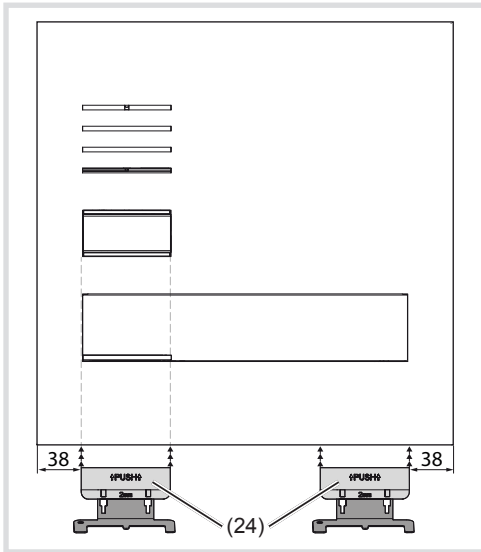

Bild 16: Öffnen der Briefkastenfront
- Öffnungswerkzeuge (24) entsprechend Bild 16 mit Abstand von 38 mm zu den Seiten ansetzen und nach oben drücken (Bild 16).